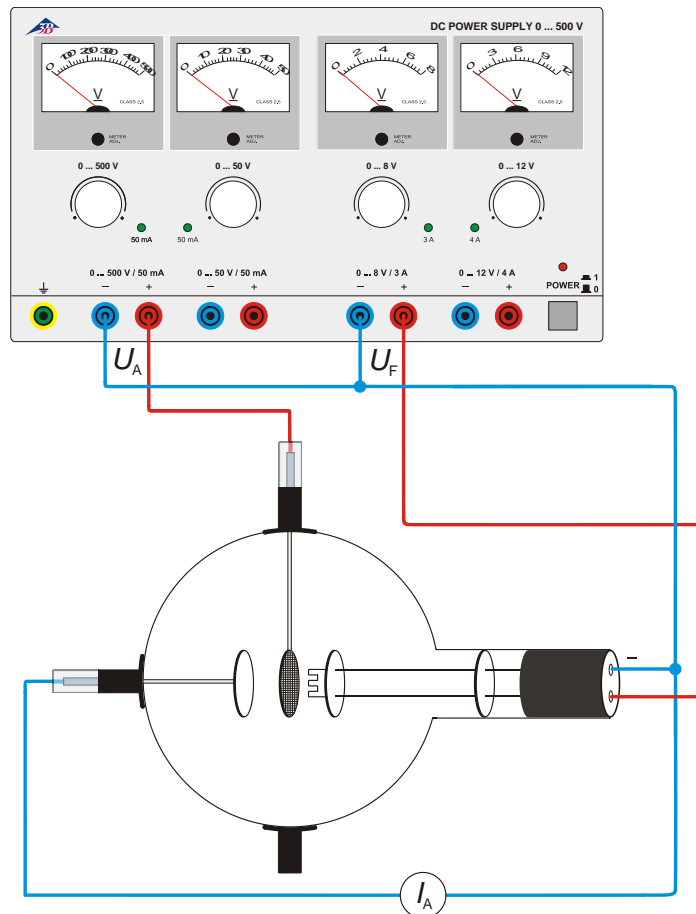

Fig. 3 Producción de rayos catódicos
- Realice el circuito de acuerdo con la Fig 3, de tal forma que la rejilla y el cátodo representen un diodo. Al hacerlo conecte el polo negativo de la tensión de ánodo  $U_A$  con el casquillo de 4-mm denominado (-) en el cuello del tubo.